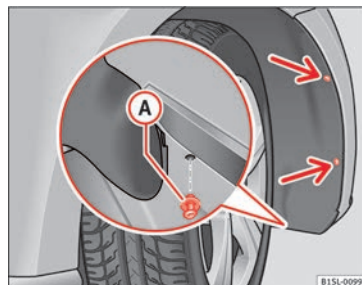
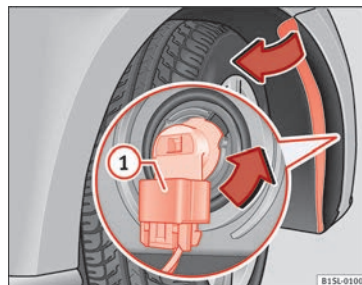

Fig. 86 Sur le passage de roue avant droit : enlevez les vis de fixation (flèches) et retirez le rivet expansible (A).
Fig. 87 Remplacement des ampoules des projecteurs.
- Dévissez deux vis de fixation du revêtement du passage de roue » fig. 86 (flèches) avec le tournevis inclus dans l'outillage de bord » page 75.
- Dévissez le rivet expansible sur la partie inférieure avant du revêtement du passage de roue (A) avec le tournevis de l'outillage de bord et retirez-le complètement » page 75.
- Débloquez la connexion » fig. 87 (1) et retirez-la.
- Tournez le support d'ampoule » fig. 87 dans le sens de la flèche, dans le sens contraire des aiguilles d'une montre jusqu'en butée et enlevez-le avec l'ampoule en le tirant vers l'arrière.
- Branchez le connecteur (1) sur le support d'ampoule. La connexion doit s'enclencher de manière audible.
- Placez le rivet expansible sur le revêtement du passage de roue et du pare-chocs et enfoncez-le complètement » fig. 86 (A).
- Vissez fortement les deux vis de fixation » fig. 86 (flèches) avec un tournevis.